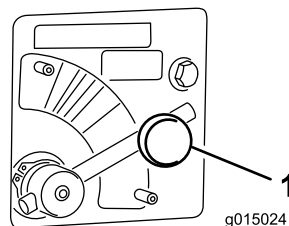

図 6
1. スピナーのバルブレバーを固定しているノブをゆるめる 図 6。
2. スピナーバルブのレバーを、希望する色に合わせる 図 6
スピナーバルブのレバーを **BLUE** 青最高速度にセットする 図 6。レバーを右に最後まで回すと、レバーは水平になる。